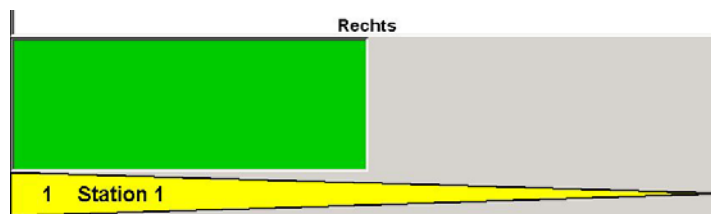

Abbildung 62: Beispiel – für eine gesperrte Fläche
- Klicken Sie mit der linken Maustaste in das Feld und markieren die Zahl. Tippen Sie danach den Betrag für die Sperrung ein. Im Beispiel sind es 4 Meter, die auf der rechten Seite der Station gesperrt sind. Die graue Fläche zeigt den gesperrten Bereich an. Siehe auch: Abbildung 62.